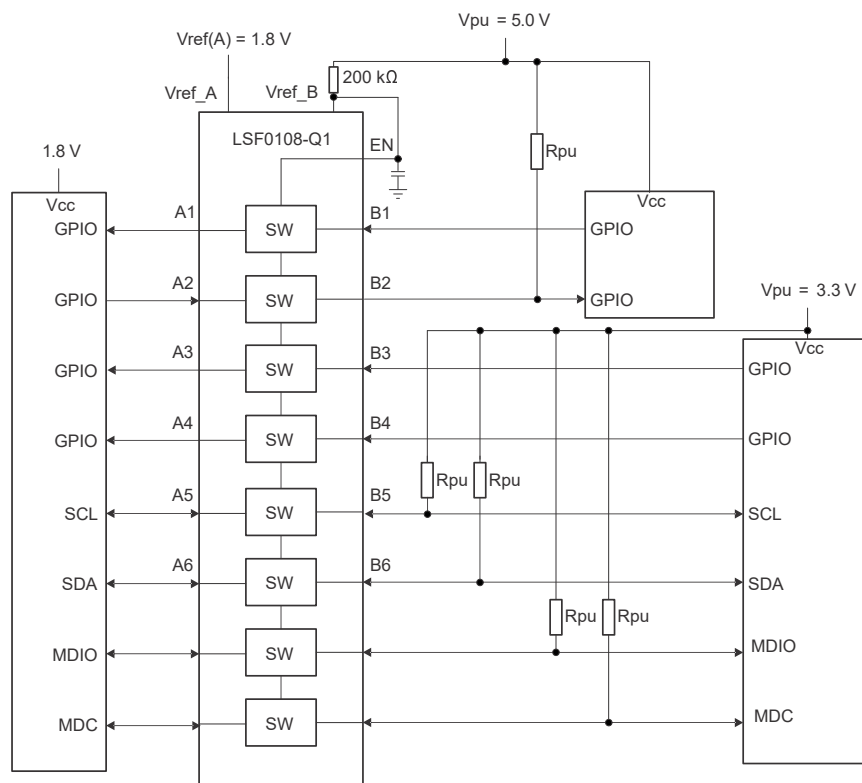

图 9-1. 双向转换至多个电压电平
- V_{CCB}/V_{CCA} 与 V_{ref_B} 或 V_{ref_A} 不同： V_{CCB} 是指提供给 LSF 器件的 B 侧电源电压，而 V_{ref_B} 是指 200k Ω 电阻器另一侧的 V_{ref_B} 引脚（图 9-1 的引脚 7）处的电压
如图 9-1 所示， V_{ref_B} 通过 200k Ω 电阻器连接到 5V 的 V_{PU} 电源， V_{ref_A} 连接到 1.8V 电源。A1 和 A2 通道的最大输出电压等于 V_{ref_A} ，B1 和 B2 通道的最大输出电压等于 V_{PU} 。